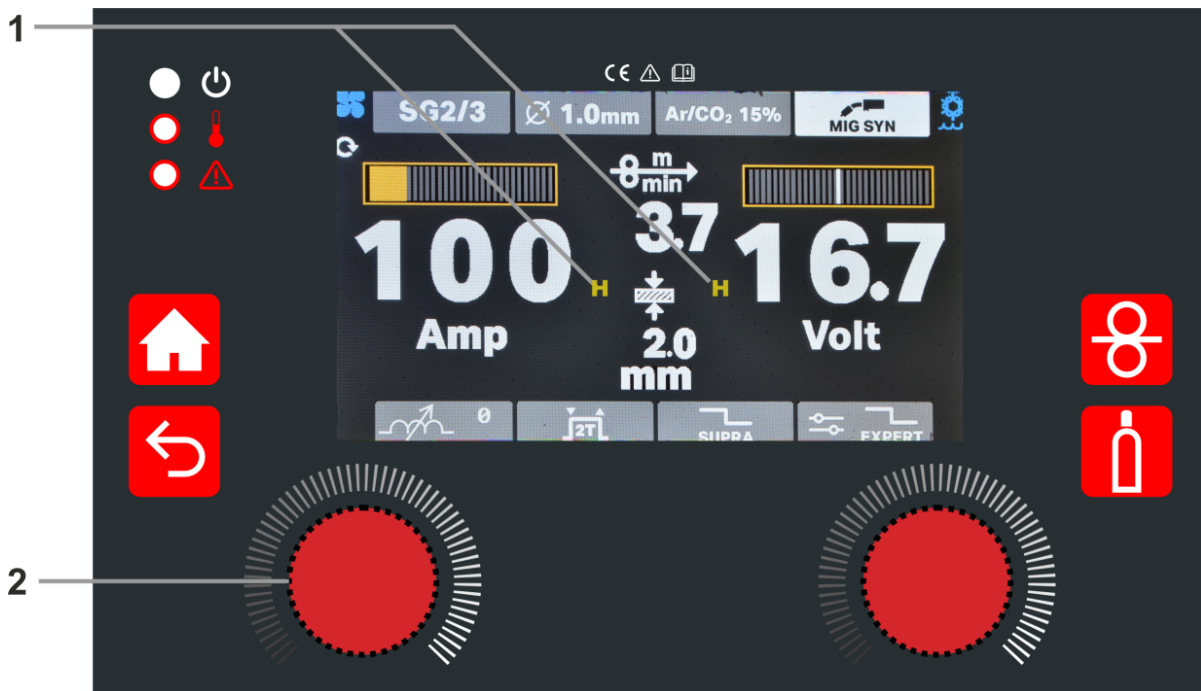

Fig. 17
- Pour consulter les valeurs moyennes de tension et de courant de soudage de la dernière soudure ou, en mode MIG SYN, de la dernière soudure pour la synergie choisie, appuyez une fois sur l'encoder latéral gauche (2 - Fig. 17), puis tournez le même encoder jusqu'à ce que l'élément de menu 1 (Fig. 17) devienne jaune, puis appuyez à nouveau. L'écran LCD affiche les dernières valeurs moyennes. Pour quitter la fonction HOLD, appuyez sur l'encoder latéral gauche (2 - Fig. 17).